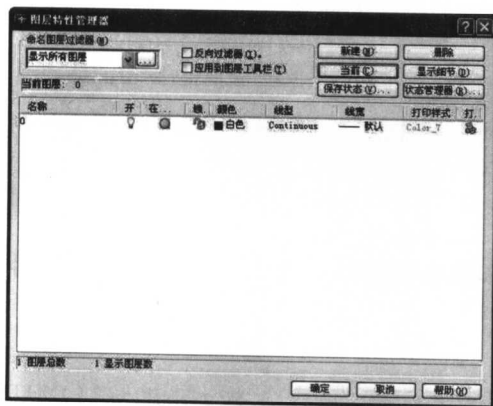

图 1-3 “图层特性管理器”对话框
(1) 在命令行中输入“LAYER”，回车（也可以在工具栏中单击图标），弹出“图层特性管理器”对话框，如图 1-3 所示。